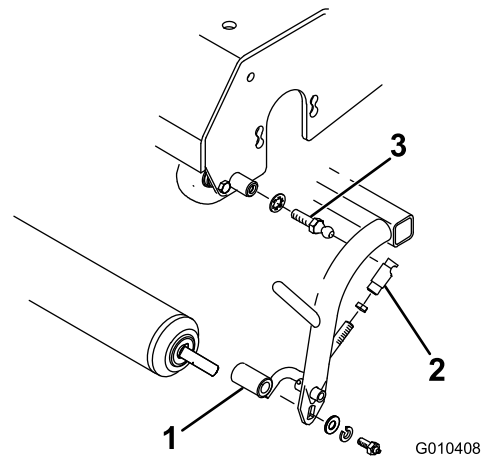

Figura 7
4. Si monta el kit de rodillo triple en la unidad de tracción **Greensmaster 3050, 3100 y 3150**, utilice el perno esférico de diámetro pequeño y la arandela en cada extremo del rodillo triple (Figura 7). Ajuste las varillas a la posición más adelantada posible.